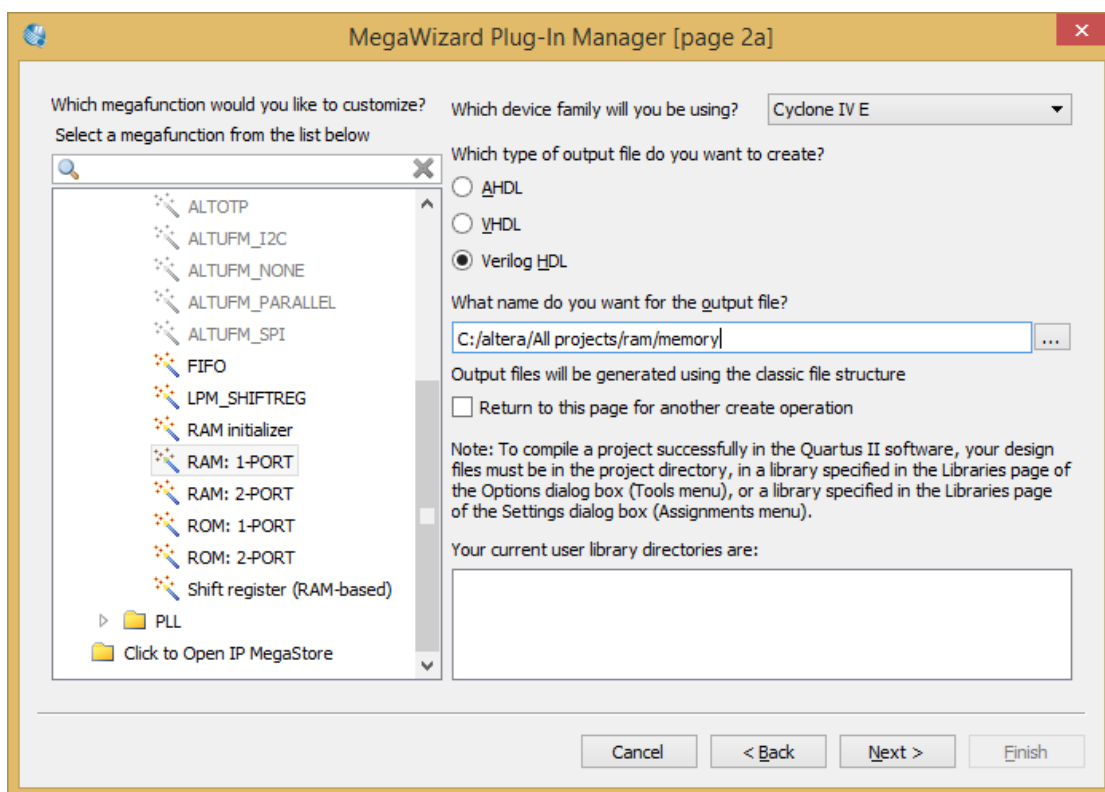

Рис. 11.4 – Внешний вид генератора мегафункций
2. С помощью генератора функций Mega Wizard Plug-in Manager создайте блок памяти (см. рис. 11.4). Для этого воспользуйтесь функцией RAM: 1-PORT (папка *Memory Compiler*). В качестве выходного файла укажите *Verilog HDL* и задайте файлу имя *memory.v* (в рабочей директории проекта).